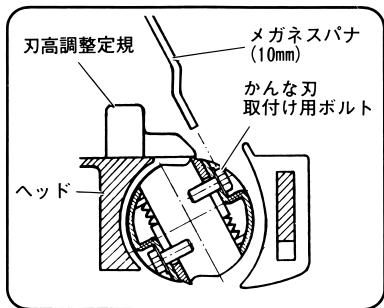

図 41
(5) 付属のメガネスパナ（10mm）で外側のかんな刃取付け用ボルト 2 本を仮締めし、刃高調整定規を取りはずします。（図 41）